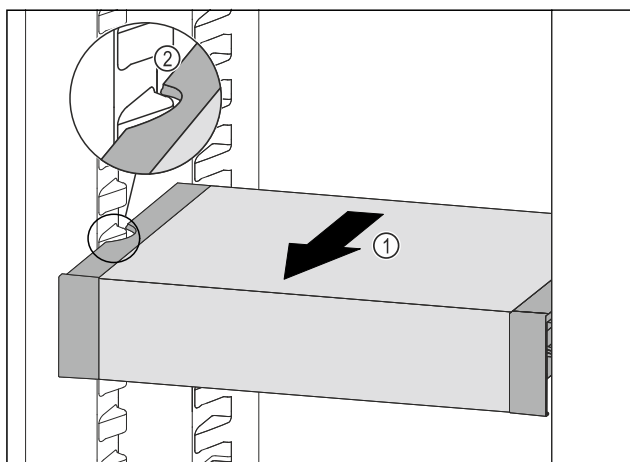

Fig. 93
- VarioSafe pociągnąć w przód Fig. 93 (1), aż boczne wycięcia szuflady VarioSafe będą się znajdować na wysokości żebrowej pojemnika w chłodziarce. Fig. 93 (2)